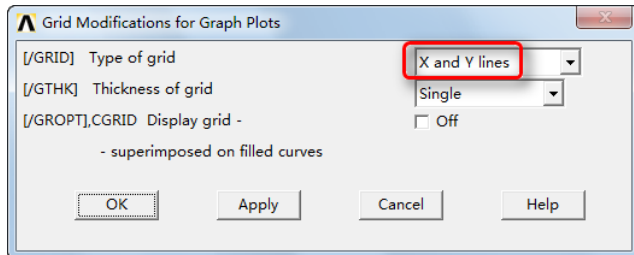

图 14-41 Grid Modifications for Graph Plots 对话框
⑦设置坐标 1: Utility Menu > PlotCtrls > Style > Graphs > Modify Grid, 弹出“Grid Modifications for Graph Plots”对话框, 在“[/GRID] Type of grid”后面的下拉列表中选择“X and Y lines”, 如图 14-41 所示, 单击“OK”按钮。